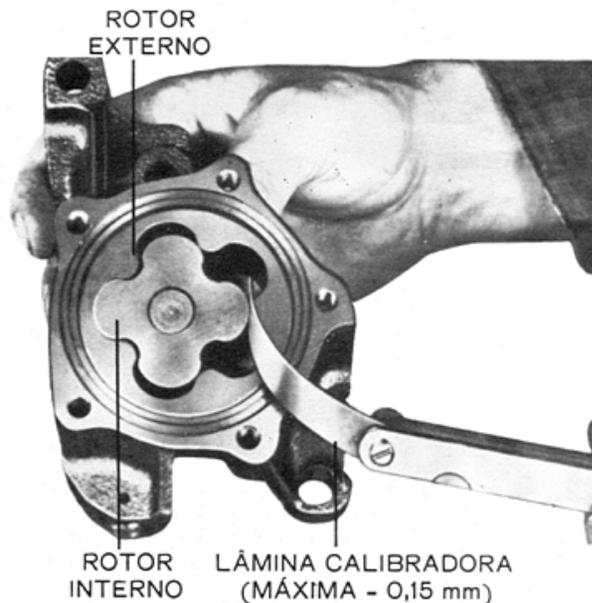

Fig. 47 — Medição da folga radial entre os rotores
- Examinar a folga entre o rotor interno e o rotor externo (fig. 47). Se a folga fôr maior do que 0,15 mm, substituir os dois rotores.